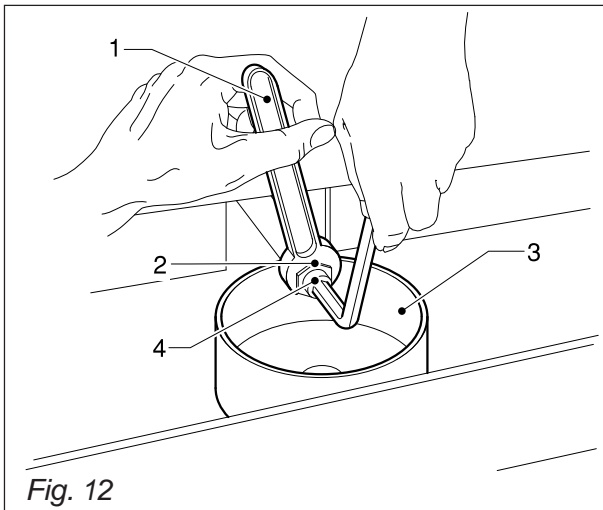

Fig. 12
- Controllare e pulire anche la vaschetta di scarico 3 (Fig. 12) togliendo gli eventuali residui dei fondi utilizzando un cucchiaino.
- Tenere fermo con una chiave 1 il raccordo 2 (Fig. 12) posto sopra la vaschetta scarico 3 e contemporaneamente allentare, massimo di tre giri, la vite ad esagono incassato 4.